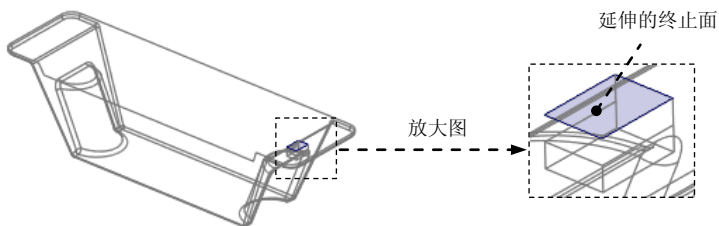

图 12.13 选取延伸的终止面
- (8) 选取延伸的终止面。
- ① 在操控板中按下 **至平面** 按钮（延伸类型为“至平面”）。
- ② 在系统的提示下，选取图 12.13 所示的坯料的表面为延伸的终止面。
- ③ 在操控板中单击 **✓** 按钮，完成延伸曲面的创建。